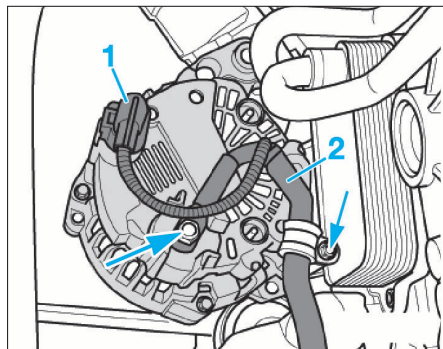

FIG. 8
- Débrancher le connecteur (1) et le câble (2) (Fig.8).